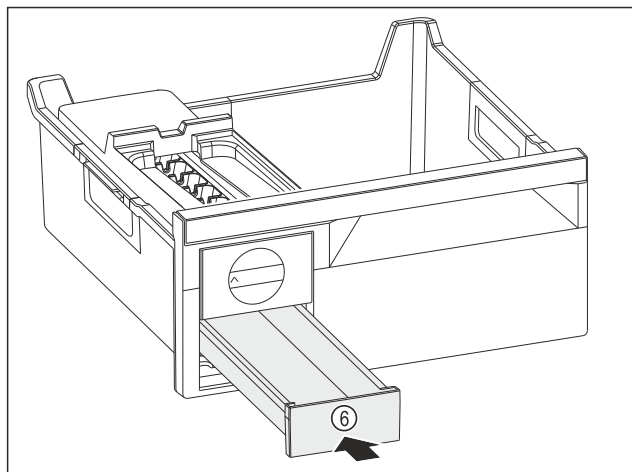

Fig. 101
- ▶ Ijsblokjesvak Fig. 101 (6) inschuiven.